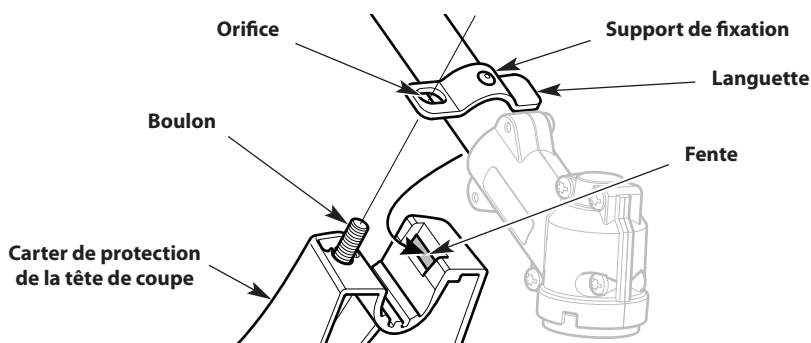

Fig. 3
2. Insérez la patte courte (celle sans orifice) du support de fixation dans l'encoche du carter de protection (Fig. 3).
3. Faites tourner le bouclier de la tête de coupe jusqu'à ce que les boulons du bouclier de la tête de coupe dépassent des orifices du support de fixation (Fig. 3).